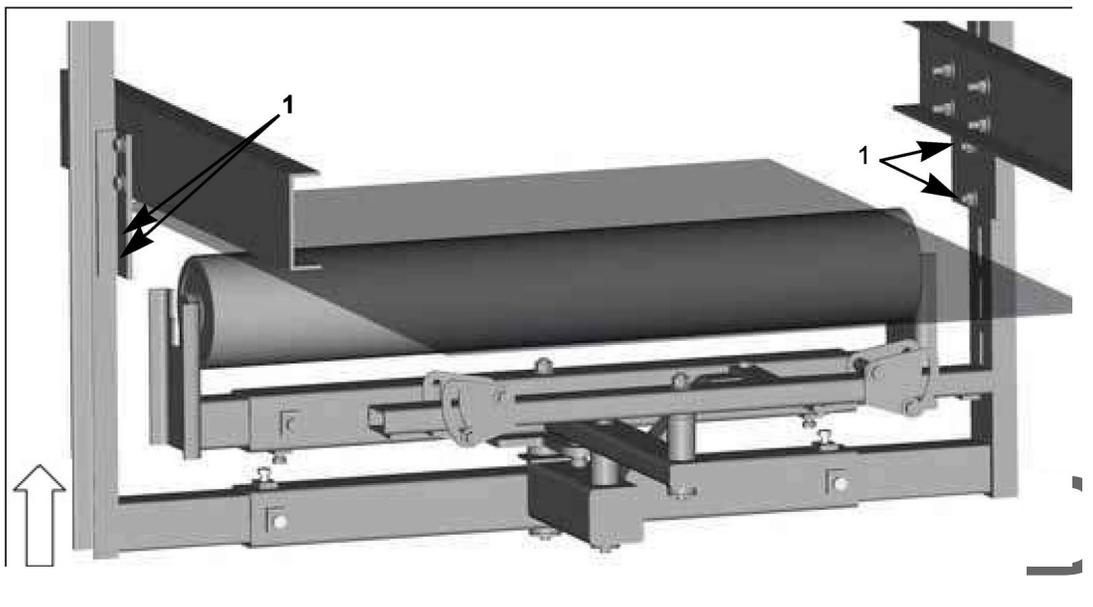

Fig. 11 : Alineación y fijación del alineador
12. Centre el alineador en el marco y apriete los tornillos de sujeción (1, Fig. 11).